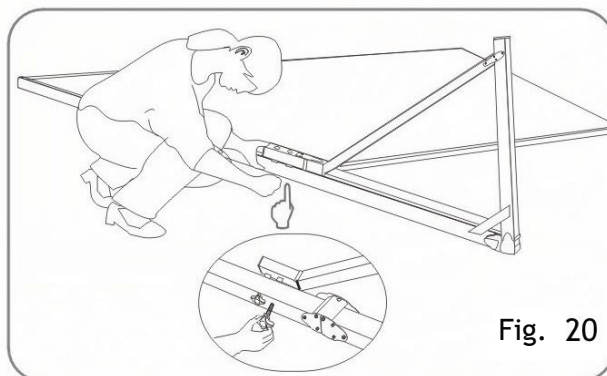

Fig. 20
8. Așezați cadrul pe podea, după care montați suporturile pe segmentele laterale (verticale). Cu ajutorul șuruburilor fluture fixați cadrul de suporturi, înșurubând mai întâi pe ambele părți parțial, și deabia la sfârșit – înșurubat până la capăt (fig. 20 + 21).